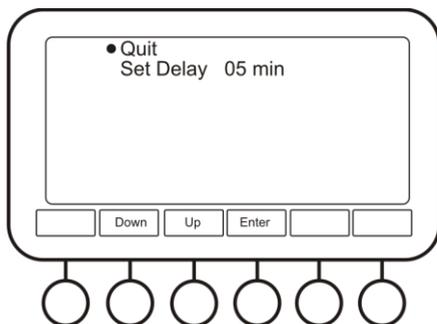

Рисунок 10. Задержка блокировки кнопок
- **Задержка блокировки кнопок (Auto Lock Delay, рис. 10).** При отсутствии работы с меню прибора в течение некоторого времени, инкубатор блокирует все кнопки, кроме кнопки **Lock**. Данная опция позволяет установить время, после которого включается блокировка кнопок.